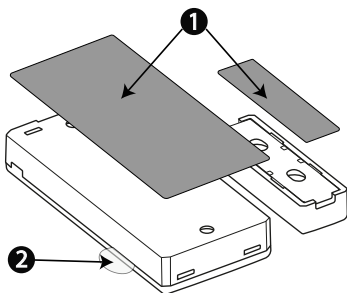

Bild 2: Snabbinstallation
1. Skala bort släppskiktet från de två remsorna av dubbelsidig tejp och fäst på baksidan av enheten och magneten. Se Bild 2.